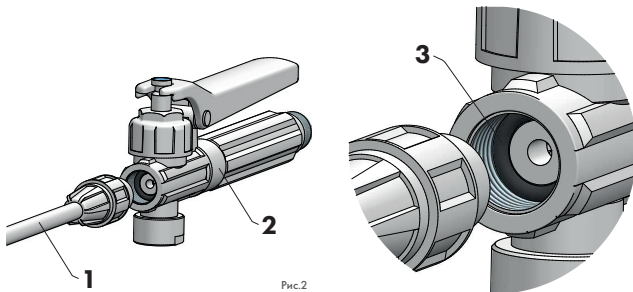

Рис.2
2. Проверьте, находится ли в корпусе поршневого клапана (рис. 2/поз. 2) уплотнительное кольцо круглого сечения (о-ринг) (рис. 2/поз. 3), и соедините с распылительной трубкой (рис. 2/поз. 1) винчивая ее, добиваясь таким образом плотного соединения.